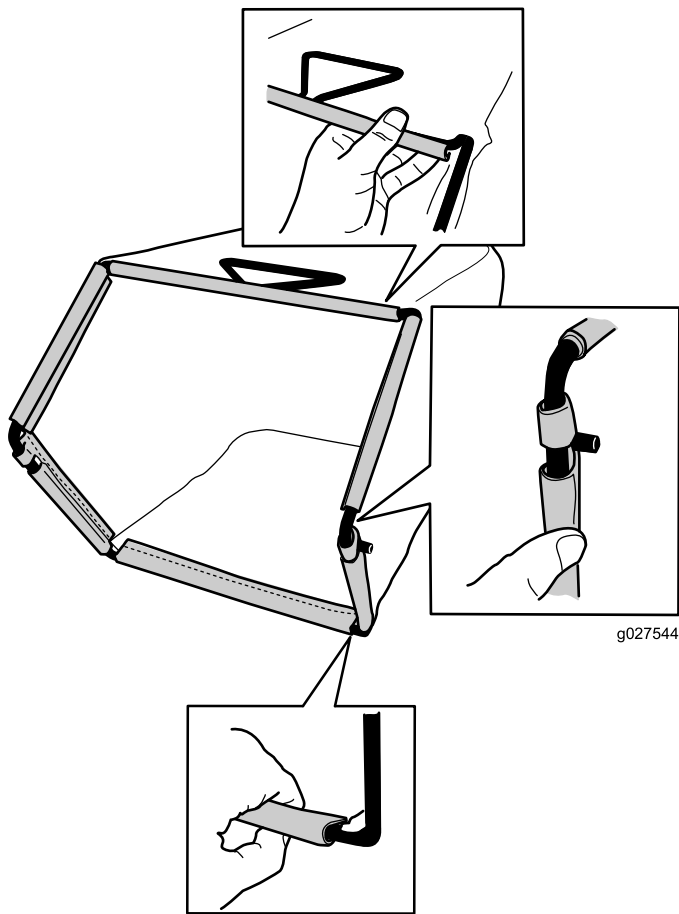

Figure 7
- 3. Accrochez la glissière supérieure et les glissières latérales du bac au sommet et sur les côtés de l'armature respectivement (Figure 7).
- 2. Accrochez la glissière inférieure du bac au bas de l'armature (Figure 7).